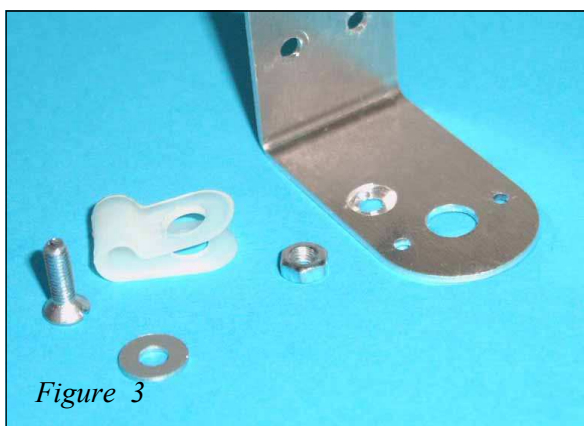

Figure 3
Fixer à l'aide de deux vis de 3 mm (10) sur les pattes du servomoteur (1) dans les trous prévus à cet effet. Voir figure 3.
En raison de la longueur des câbles de servomoteurs, pour rendre les constructions plus propres il est possible d'utiliser des guide-câbles ou passe-câbles, constitués d'un anneau de plastique assurant le maintien en place du câble du servomoteur. Non seulement cela clarifie et embellit vos constructions, mais cela assure de surcroît une sécurité supplémentaire lors des mouvements des servomoteurs, les fils pouvant se prendre dans les fourches et s'abîmer, se sectionner, voire se court-circuiter. Pour ce faire, il suffit d'un guide-fils, d'une vis tête fraisée 8mm, d'un écrou et d'une rondelle. Voir figure 3.